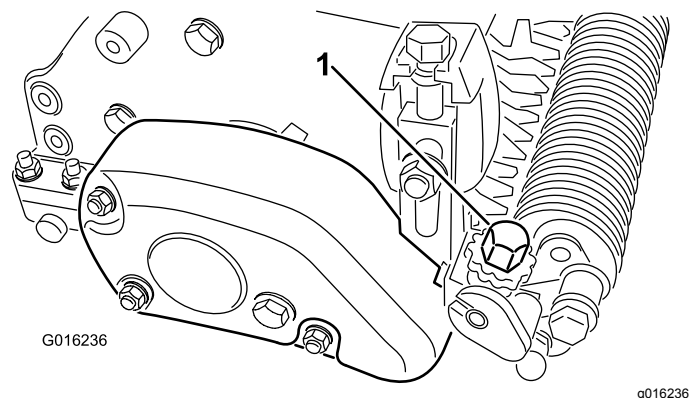

Figura 25
- Da un'estremità dell'albero grooming, misurate la distanza tra la punta inferiore della lama grooming e la superficie di lavoro. Girate la manopola di regolazione dell'altezza (Figura 25) per sollevare o abbassare la punta della lama all'altezza di grooming desiderata. Ogni tacca sulla manopola di regolazione equivale a circa 0,08 mm di profondità del groomer.